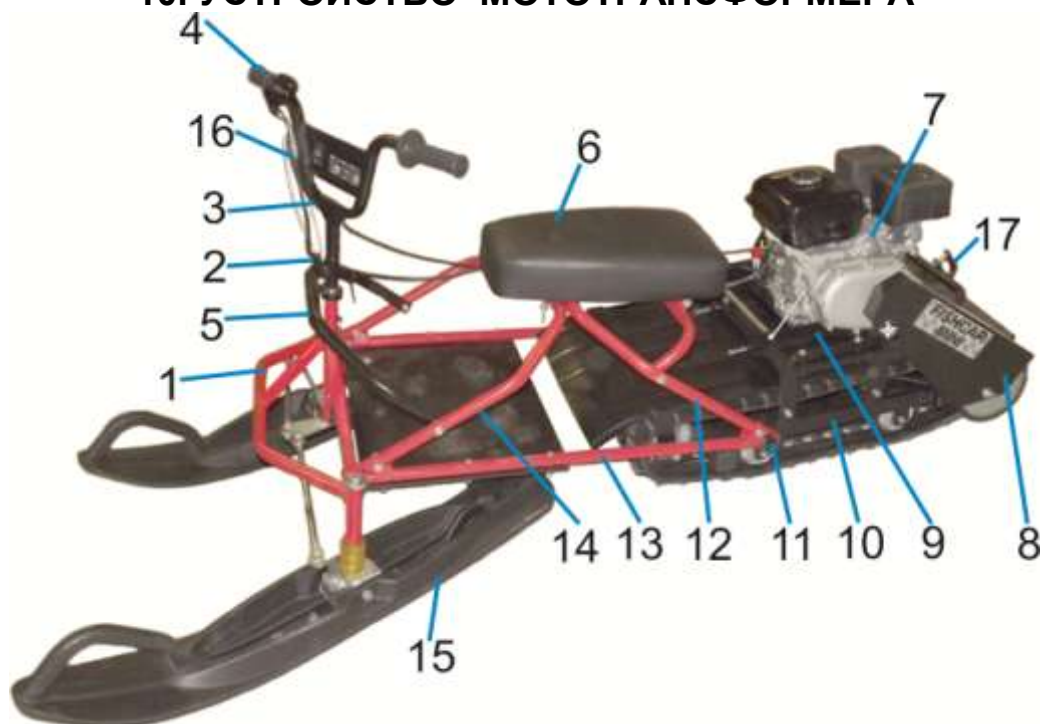
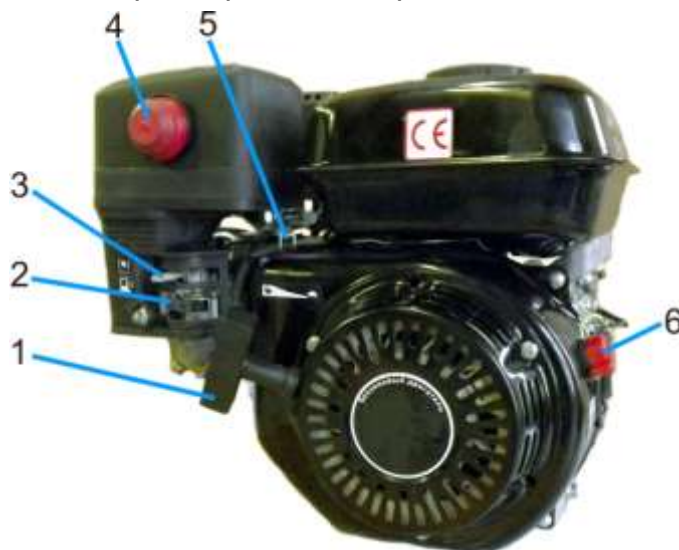

Рис. 1. Мототрансформер
Рис. 8. Двигатель мототрансформера
- 9.8. Для остановки достаточно повернуть ручку газа от себя до упора и мототрансформер остановится. Дополнительно для экстренной остановки двигателя мототрансформера предусмотрен размыкатель зажигания 16 (рис. 1). Шнурок размыкателя должен быть надет на кисть правой руки оператора. В ситуации, когда рука оператора отрывается от руля, шнурок срывает заглушку с упора, выключатель замыкает цепь зажигания на массу, двигатель останавливается.
При необходимости переноса мототрансформер разбирают на две части см. рис. 2, предварительно открутив винт крепления руля 2 (рис. 1) и сняв руль 3 (рис. 1) с ручкой газа 4 (рис. 1) и размыкателем зажигания 16 (рис. 1) с рулевого узла 1 (рис. 1). Переносите ходовую тележку мототрансформера, удерживая её за раму.
12. 1. Запуск двигателя (см. рис. 8).
Внимание! При запуске двигателя мототрансформера рычаг дросселя должен находиться в положении соответствующем, работе двигателя на минимальных оборотах. Перед запуском двигателя необходимо надеть шнурок размыкателя 16 (рис. 1) на кисть руки оператора и установить выключатель двигателя 6 (рис. 8) и рычаг топливного крана 2 (рис. 8) в положение «ON» (ВКЛ.).
Установите мототрансформер на ровной горизонтальной поверхности и запустите двигатель, согласно указаниям Руководства по эксплуатации двигателя. При запуске холодного двигателя рычаг пускового устройства 3 (рис. 8) установить в положение «CLOSE» («Закрыто»), а рычаг дросселя 5 передвиньте влево не более половины его перемещения (см. Руководство по эксплуатации двигателя). Слегка потяните рукоятку стартера, пока не почувствуете сопротивление, затем резко дерните ее на себя.
После запуска прогрейте двигатель в течение 1...2 минут. Закройте рычаг пускового устройства 3. Мототрансформер готов начать движение. Для начала движения плавно повернуть ручку газа 4 (рис. 1) на себя, контролируя направление движения мототрансформера.
Для остановки двигателя опустите рычаг управления дросселем 4 (рис. 1), переведите выключатель двигателя 6 (рис. 8) и рычаг топливного крана 2 (рис. 8) в положение «OFF» (ВЫКЛ.). По окончании движения и выключении двигателя очистите трос ручного стартера от снега и льда. Для этого потяните несколько раз за рукоятку стартера при этом выключатель двигателя 6 (рис. 8) должен находиться в положении «OFF» (ВЫКЛ.).
ВНИМАНИЕ! Для экстренной остановки двигателя мототрансформера пользуйтесь размыкателем зажигания 16 (рис. 1). Шнурок размыкателя надевается на кисть правой руки оператора. В ситуации, когда рука оператора отрывается от руля, шнурок срывает заглушку с упора, выключатель замыкает цепь зажигания на массу, двигатель останавливается.